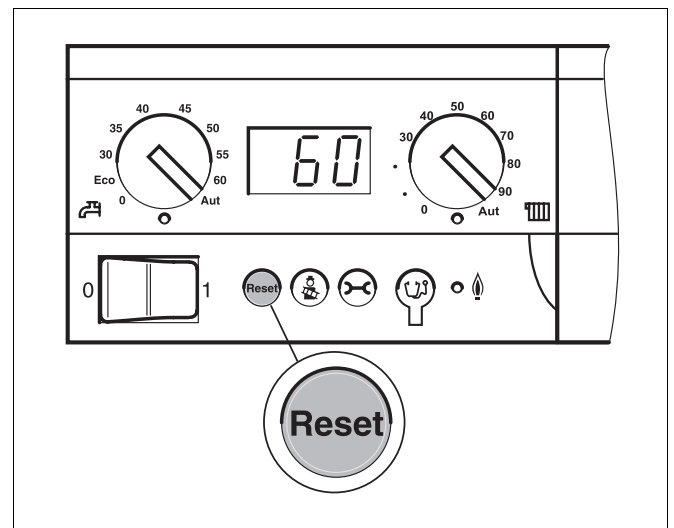

Bild 10 Störung mit Taste „Reset“ zurücksetzen
- ▶ Drücken Sie die Taste „Reset“ (Bild 10) für etwa 5 Sekunden, um die Störung zurückzusetzen.